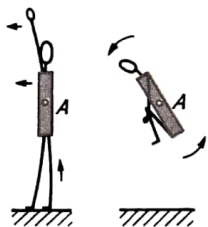

Bild 116
- 3.99** Der Springer beginnt in aufrechter Stellung mit über den Kopf erhobenen Armen. Bezüglich der Drehachse A durch die Körpermitte (Bild 116) hat er ein maximales Massenträgheitsmoment. Er läßt den Körper nach vorn fallen und stößt sich mit den Füßen vom Boden ab. Dadurch erteilt er sich einen Drehimpuls. Dann zieht der Springer Arme und Beine an und verkleinert dadurch sein Trägheitsmoment. Wegen der Erhaltung des Drehimpulses muß sich seine Winkelgeschwindigkeit vergrößern. Es erfolgt eine